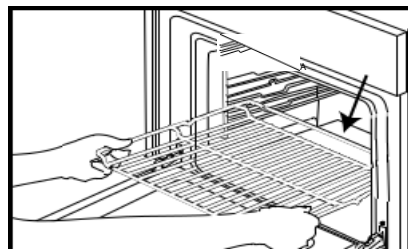

Рис. 1
- Вставьте решетку горизонтально, располагая ее выступом "А" вверх (Рис. 1).